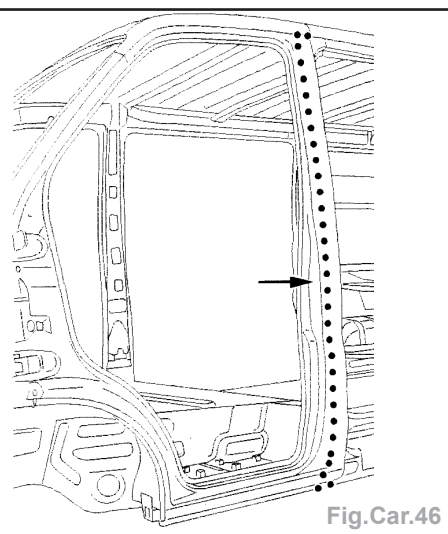

Fig.Car.46
- Souder par points électriques, par points bouchon MAG et meuler les points de soudure MAG (Fig.Car.46).